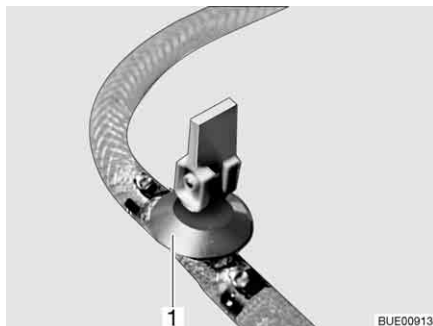

Fig. 202 Robinet de vidange
- Fermer le(s) robinet(s) de vidange. Placer le levier à bascule (Fig. 202,1) en position horizontale.
- Ouvrir le(s) robinet(s) de vidange (Fig. 202). Pour cela, placer le levier à bascule (Fig. 202,1) en position verticale. Le chauffe-eau se vide à l'extérieur.